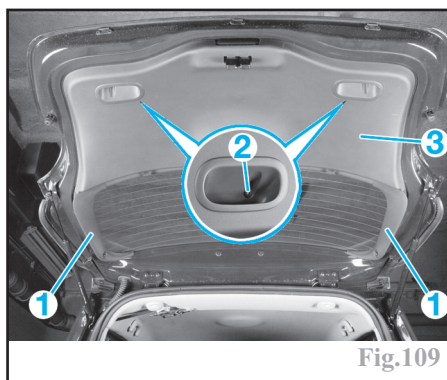

Fig.109
- la garniture supérieure (1), de chaque côté de la lunette (Fig.109).
- Déposer les vis de fixation de la garniture inférieure (2).
- Décliper la garniture inférieure (3).